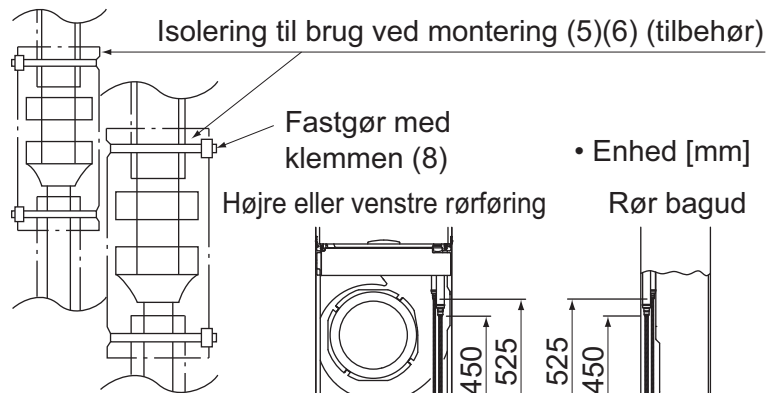

Fig. 13
- Efter endt lækagekontrol af rørforbindelser skal du varmeisolere dem. (**Se fig. 13**)
- Foretag varmeisolering af både væske- og gasrør med det medfølgende isoleringsmateriale til (5) og (6). (Spænd begge kanter af den tilpassede isolering (5) og (6) med bøjlen (8).)